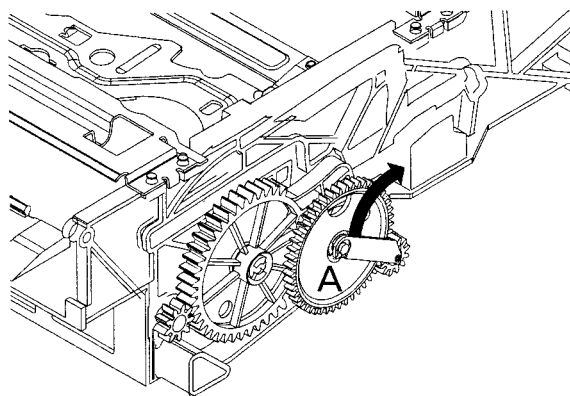

Fig. 2
- Free the holding bracket (fig. 2) by rotating it up and back in direction of the arrow.
- Den Haltearm (Abb. 2) freigeben, indem er aufwärts und nach hinten in Pfeilrichtung bewegt wird.
- Dégager le levier de retenue (fig. 2) en le repoussant dans le sens de la flèche.